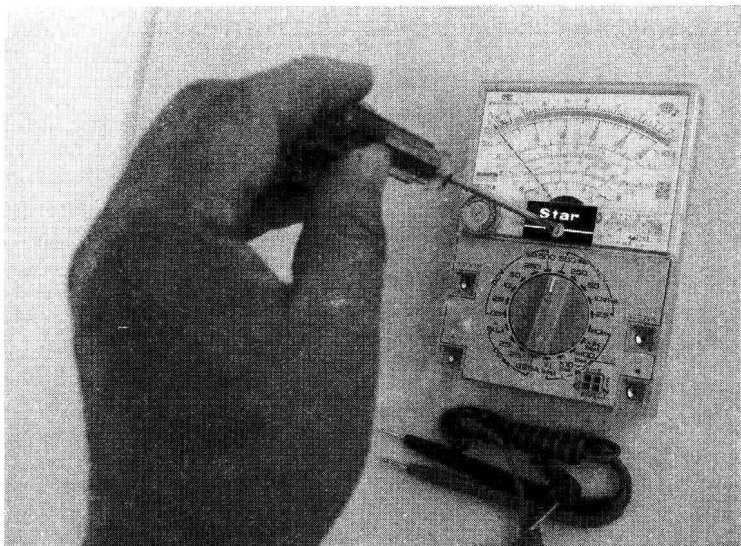

图 1-5 万用表指针调零
(1) 按表盘标注的放置方式符号放置万用表。
(2) 万用表使用前要认真核对指针是否指在刻度左端的零点，如果偏离，可用小号一字螺钉旋具（俗称螺丝刀、改锥）调节表盘罩下中部的机械调零旋钮，如图 1-5 所示。
(3) 新购置的万用表使用前应打开电池盒盖，正确地装好电池，